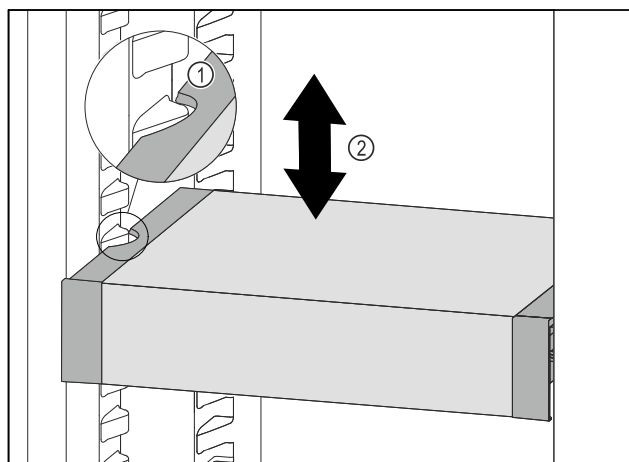

Fig. 118
- ▶ 向前移动 VarioSafe，直到 VarioSafe 两侧的凹槽与冷藏区中的容器肋梁持平。Fig. 118 (1)
- ▶ 在冷藏区中向上或向下移动 VarioSafe，直至所需高度。Fig. 118 (2)